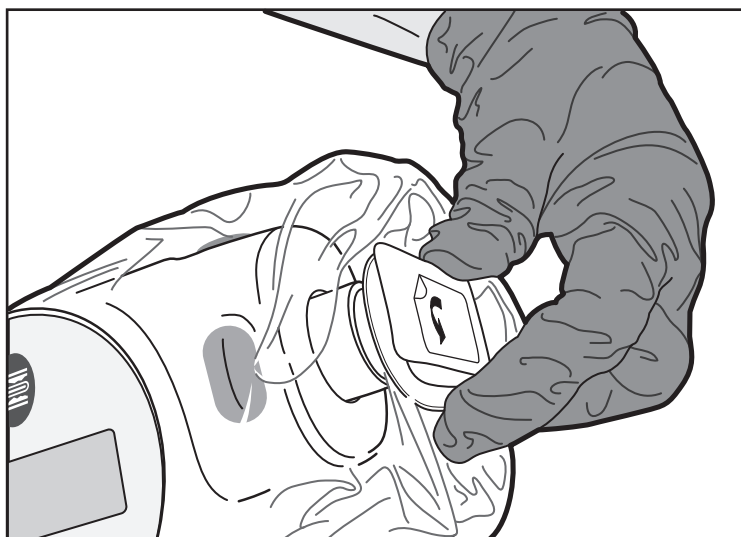

Figura 7. Fissaggio della piastra anteriore
8. Per fissare il sacchetto all'unità di azionamento MDU5 PLUS, l'operatore in campo sterile deve allineare la piastra anteriore del sacchetto con la protuberanza dell'unità di azionamento MDU5 PLUS (Figura 7), quindi spingere delicatamente per fissare il collegamento. Evitare di intrappolare materiale tra la piastra anteriore e la protuberanza. La presenza di materiale del sacchetto in eccesso attorno e oltre il collegamento è normale (Figura 8).